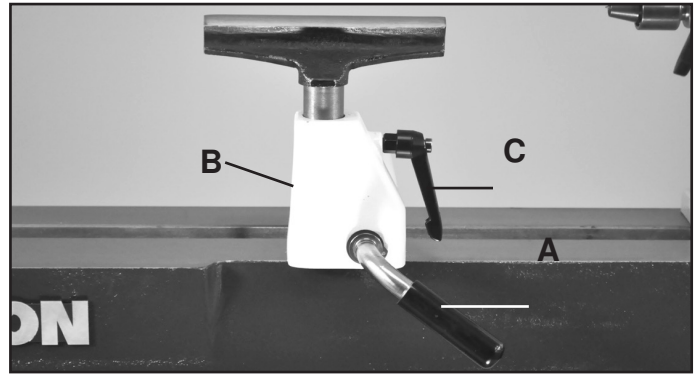

FIG. 4
1. **BLOCAGE DE LA BASE :** (Fig. 4, A) Ce levier à came verrouille la base du porte-outil (B) en place sur la base du tour. Déverrouillez la poignée pour positionner le porte-outil n'importe où sur la base du tour. Serrez la poignée lorsque le porte-outil est correctement positionné pour un tournage sécuritaire de la pièce.
2. **BLOCAGE DU PORTE-OUTIL :** (C) Verrouille le porte-outil en position pour supporter vos outils durant le tournage. Déverrouillez la poignée pour ajuster le porte-outil à un angle ou une hauteur en particulier. Serrez la poignée lorsque le porte-outil est correctement positionné.